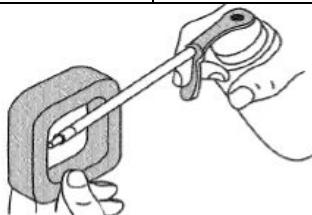

Рис. 26
4. Нанесите на поверхность фильтра незначительное количество масла SAE 30 (Рис. 26).